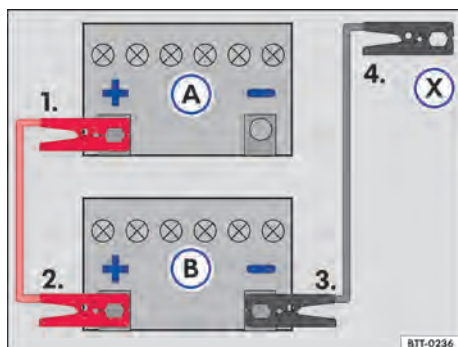

Fig. 174 Esquema para a conexão dos cabos auxiliares de partida: bateria do veículo descarregada (A) e bateria do veículo fornecedora de corrente (B).
Legenda para → Fig. 174:
Conectar o cabo auxiliar de partida somente na sequência **1 – 2 – 3 – 4** → Fig. 174.
→ Fig. 174 (A) → ⚠.
- Conectar a outra extremidade do cabo auxiliar de partida *vermelho* ao polo positivo (+) do veículo fornecedor de corrente (B).
- Conectar uma extremidade do cabo auxiliar de partida *preto* ao polo negativo da bateria do veículo fornecedor de corrente (B).
- Conectar a outra extremidade do cabo auxiliar de partida *preto* (X) no veículo com a bateria do veículo descarregada em uma peça maciça de metal aparafusada firmemente ao bloco do motor ou no próprio bloco do motor - porém não nas proximidades da bateria (A) → ⚠.